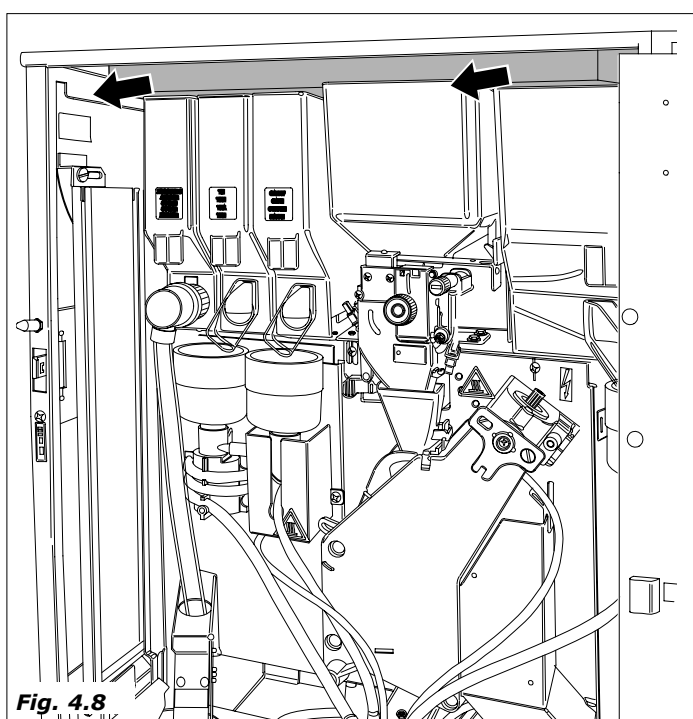

Fig. 4.8
- quitar el porespán que bloquea los contenedores de producto (Fig.4.8)